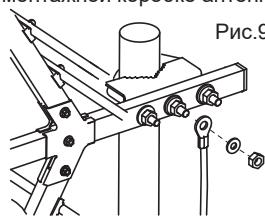

Рис.9
8. Закрепите провод заземления на узле крепления антенны см.рис.9.